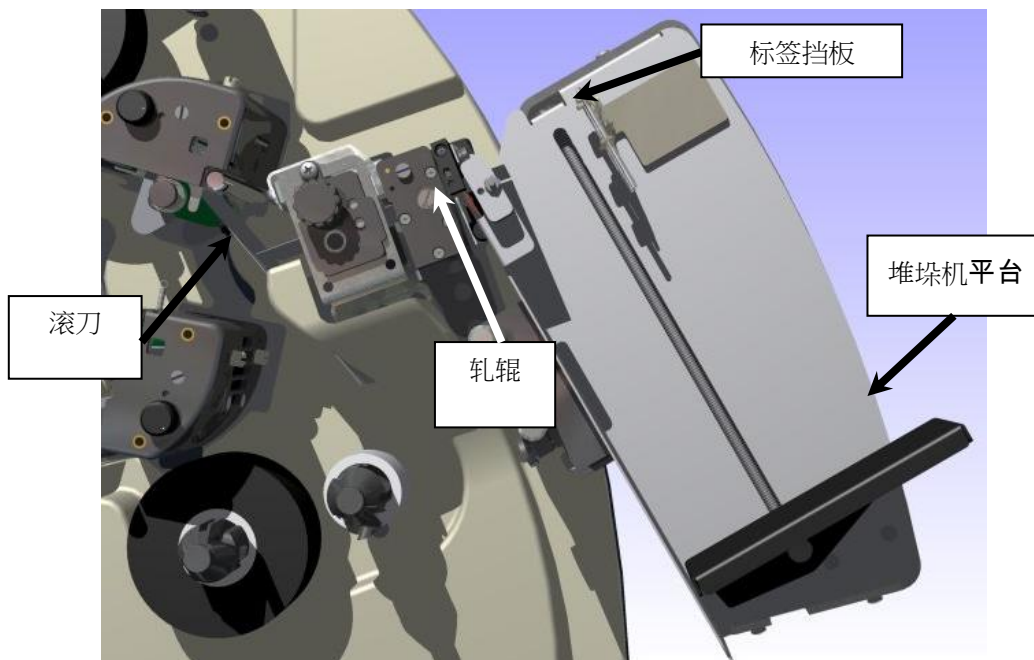

图3 回转式切刀和底部倾斜堆叠器
1. 将两根轴置于打印机的辅助进给和声波刀组件下（参见图3）。